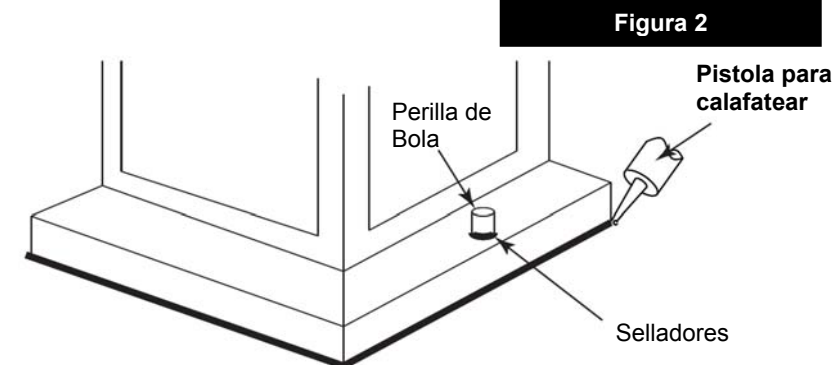

Figura 2
1. Conecte el cable de alimentación positiva **(A)** (normalmente negro el lado no marcado suave del cable de dos conductores) de plomo accesorio positivo **(B)** con un giro de tamaño apropiadamente conector – **Véase la Figura 2 y 3**.
Loop alambre de tierra **(E)** (generalmente de cobre o verde recubierto de plástico) debajo de la cabeza del tornillo de tierra **(S)** en la brida de montaje accesorio **(M)** y conectar con el extremo suelto del cable de tierra luminaria directamente al cable de tierra del sistema de construcción con un tamaño adecuado twist-conectores – **Véase la Figura 2**.
Después asegurar fijo en su lugar, se recomienda que la distancia entre la parte superior y la base de montaje del accesorio se sellará con cualquier buen masilla impermeable de calidad o sellador de silicona (no incluido). También se recomienda que una pequeña capa de madilla o sellador de ser sometidos a los mandos de bolas utilizadas para montar accesorio – Véase la Figura 2.